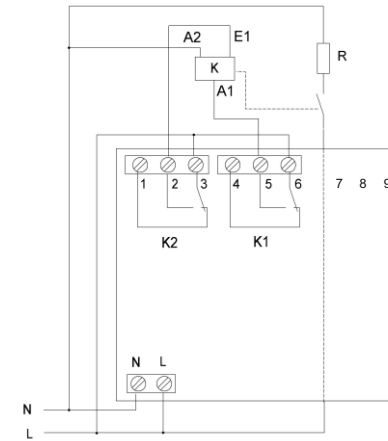

Рис.3 Схема включения с контактором с электромагнитной защелкой.
3.3 Режим работы с контакторами с электромагнитной защелкой (двухобмоточными контакторами). Реле К1 выдает импульс "START" на включение нагрузки, реле К2 импульс "STOP" на выключение (рис.3,4). Длительность импульса 5 сек. В этом режиме нет потребления мощности контактором от сети питания. На катушки подаются только кратковременные импульсы управления. Срок службы контактора ограничен только износостойкостью его контактов.